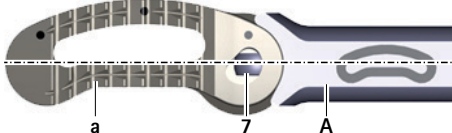

Fig. 8 Implante en posición 0°
- Mantenga el implante de prueba D en posición 0° en el instrumento de inserción A, ver Fig. 8.
- Mantenga el implante en posición 0°, ver Fig. 8.